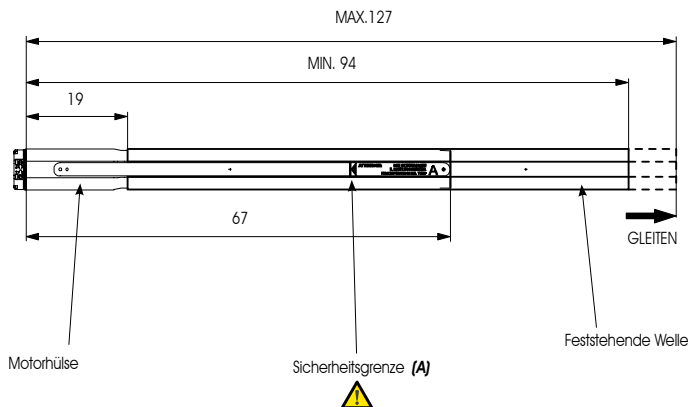

Abb. 9
Zum Erzielen des Höchstwerts die feststehende Welle aus der Motorhülse bis zur auf der Platte markierten Sicherheitsgrenze herausziehen. (Abb.9, Bez.A) (Länge der Welle 127cm)
- ⚠ BEIM SCHIEBEN DER MOTORHÜLSE ZUR AUSSENSEITE DER FESTSTEHENDEN WELLE DIE SICHERHEITSGRENZE NIEMALS ÜBERSCHREITEN (Abb.9, Bez.A)**